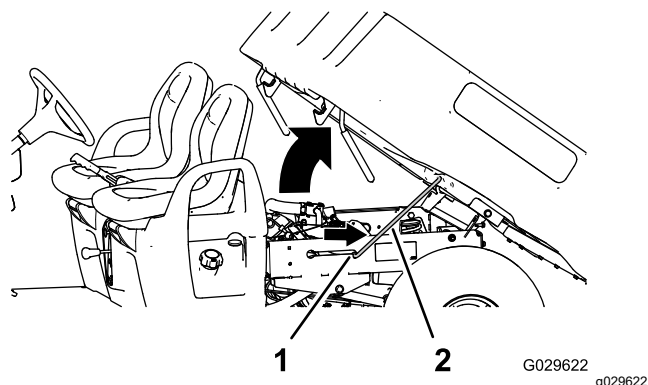

Figura 2
5. Tire de la varilla de sujeción hasta que entre en la muesca de retención para sujetar la plataforma (Figura 2).